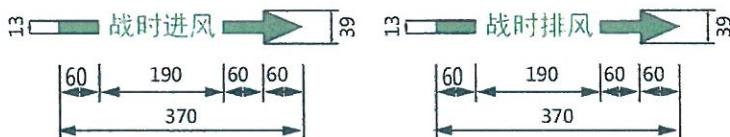

图 32 通风类管线标识样式及尺寸示例
6.3 通风类管线标识由管线名称和气流箭形组成。管线名称用汉字标明，如：“战时进风”、“战时排风”、“战时送风”、“战时回风”、“战时进气”、“战时排烟”等，文字及箭形均为绿色 RGB(8, 119, 21)，字体为黑体。通风类管线标识样式及尺寸示例见图 32。